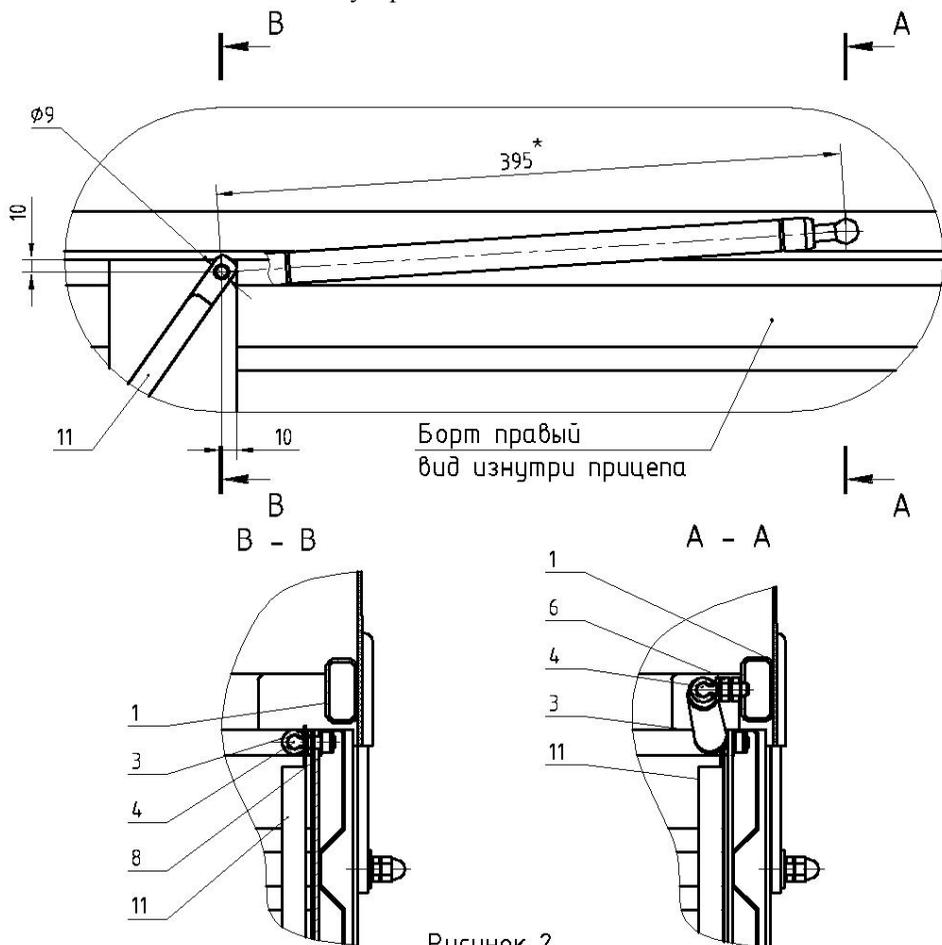

Рисунок 2.
11. Прикрутить верхние шаровые шарниры 4 через дистанционную гайку 6 (рис. 2, сечение А-А).
12. Просверлить отверстие  $\varnothing 9$ мм в левом и правом борту прицепа на расстоянии 10мм от верхнего края борта и 1мм от края стойки, как показано на рис.2.
13. Прикрутить нижние шаровые шарниры 4 (рис. 2, сечение В-В).
15. Установить стопоры газового упора 11 и 12 (рис. 2).